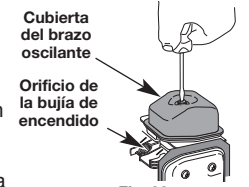

Fig. 33
- Limpie la suciedad de alrededor de la cubierta del brazo oscilante. Saque el tornillo que sostiene la cubierta del brazo oscilante con un destornillador grande de vástago plano o con una broca Torx® T-25 (Fig. 33). Saque la cubierta y la junta del brazo oscilante.
- El pistón se encuentre en la parte superior de su recorrido mientras mira dentro del orificio de la bujía de encendido (Fig. 33).